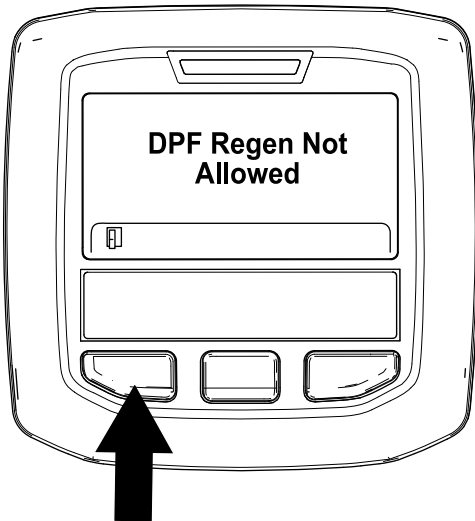

Figura 55
- Se il processo di rigenerazione non è consentito dal computer del motore, viene visualizzato il messaggio "DPF Regen Not Allowed" (Rigen. FAP non consentita) nell'InfoCenter (Figura 55). Premete il pulsante sinistro per uscire e tornare alla schermata Home.